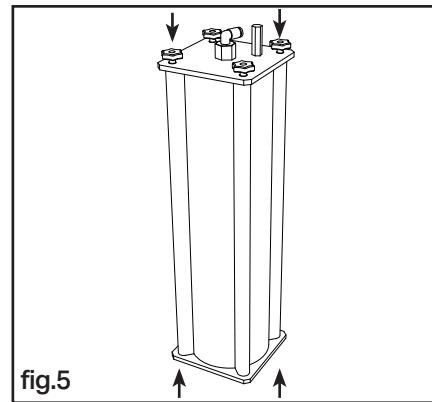

fig.5
7. Infilare la base e avvitare i pomelli sul coperchio (fig.5).